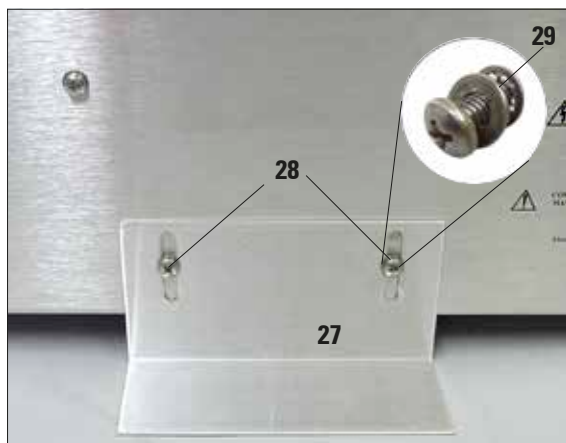

Fig. 20
- Per farlo, svitare prima le due viti a testa Phillips (28) con un cacciavite. Posizionarle insieme alle due rondelle associate (29)
- Posizionare la console di supporto sul retro dello strumento (Fig. 20), riavvitare le due viti senza serrarle completamente.